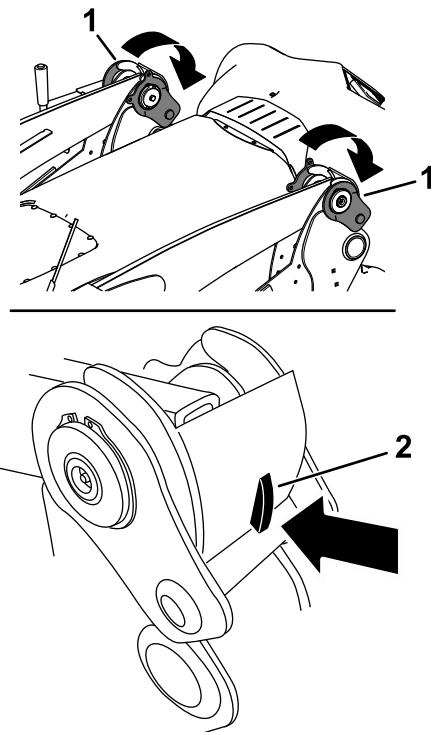

Figura 56
7. Bloquee los brazos de carga en la máquina bajando el cierre de cada brazo de carga hasta que el seguro sujete los cierres en su sitio (Figura 56).